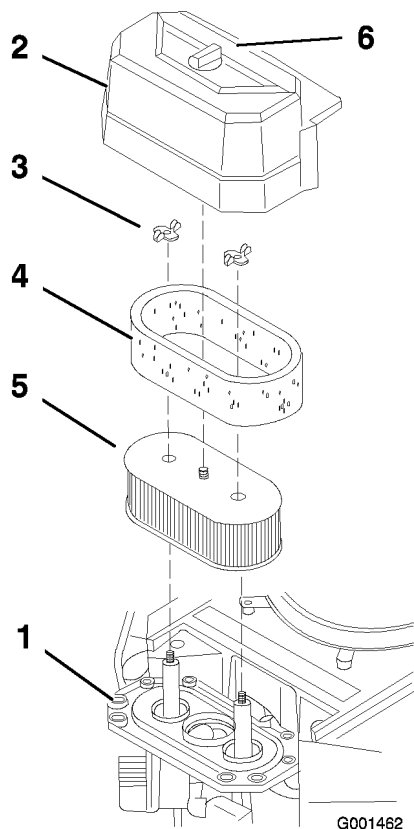

Figure 32
3. Nettoyez la surface autour du filtre à air pour éviter que des impuretés n'endommagent le moteur en tombant à l'intérieur (Figure 32).
4. Dévissez le bouton du couvercle et déposez le couvercle du filtre à air (Figure 32).
5. Dévissez les 2 écrous à oreilles et déposez l'ensemble filtre à air (Figure 32).
6. Sortez délicatement l'élément en mousse de l'élément en papier (Figure 32).
1. Ne nettoyez pas l'élément en papier. Remplacez-le toutes les 200 heures de fonctionnement (Figure 32).
1. Glissez délicatement l'élément en mousse sur l'élément en papier (Figure 32).
2. Posez l'ensemble filtre à air sur sa base et fixez-le en place avec les 2 écrous à oreilles (Figure 32).
3. Mettez le couvercle du filtre en place et serrez le bouton (Figure 32).